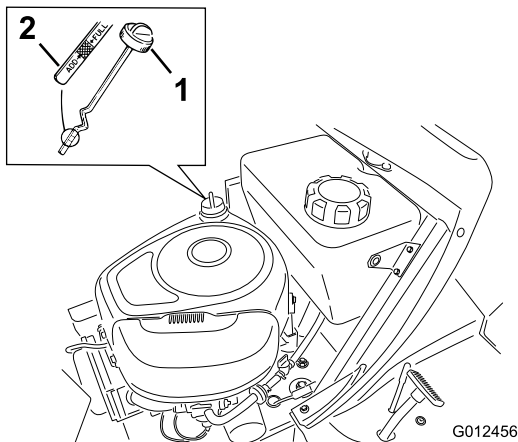

Figure 25
7. Nettoyez la surface autour de la jauge d'huile (Figure 25) pour éviter que des impuretés ne s'introduisent dans le goulot de remplissage, ce qui risquerait d'endommager le moteur.
8. Retirez la jauge d'huile et essuyez soigneusement l'extrémité métallique (Figure 25).
9. Revissez la jauge complètement dans le goulot de remplissage (Figure 25).
11. Nettoyez la surface autour du bouchon de la jauge de niveau d'huile et dévissez le bouchon (Figure 25).
12. Versez avec précaution environ 80% de l'huile moteur dans le goulot de remplissage (Figure 25).